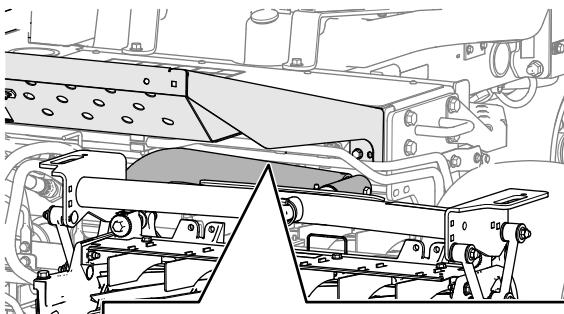

Figura 26
3. En las unidades de corte delanteras, mida la distancia entre el brazo de elevación izquierdo y el soporte de la chapa del suelo, y la del brazo de elevación derecho y el soporte de la chapa del suelo (Figura 26).